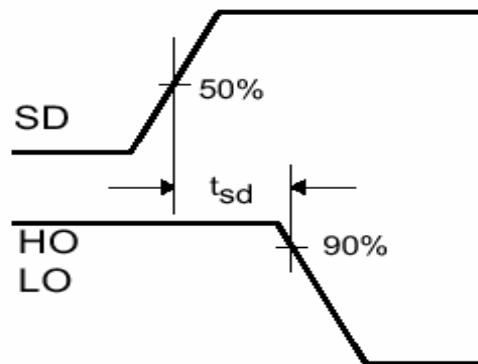

図 2 遮断波形の定義
では許容値が大きいことが求められます。 $dV_S/dt$  は、データシートの図 2 に示された評価システムで測定されます。
- $t_{sd}$  (遮断命令の伝播遅延時間) : 図 2 (データシートでは図 5) のように、遮断入力 (SDピン) の信号が最大値の 50%に達してから、出力 (HOとLO) が降下して最大値の 90%になるまでの時間です。